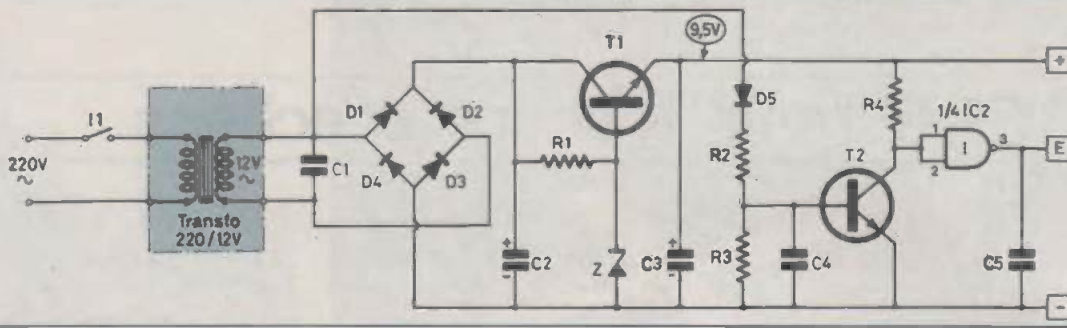

Fig. 2. — Pour tous les boîtiers « applications », nous faisons appel à une section alimentation particulière. Base de temps.
a) Alimentation (fig. 2)
b) Base de temps (fig. 2 et 5a)